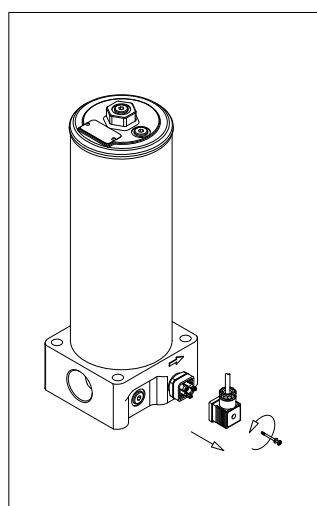

fig. 21
- (Fig. 21) Rimuovere il connettore dell'indicatore differenziale svitando la vite centrale (solo per gli indicatori elettrici)